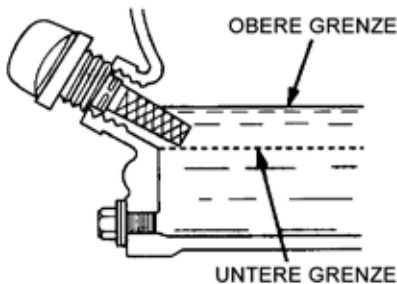

Abbildung 16. Motor Ölmesstab (Ölstand)
4. Wenn der Ölstand niedrig ist (Abbildung 16), füllen Sie die Öleinfüllöffnung mit der empfohlenen Ölart bis zum Rand, wie in Tabelle 4 zu sehen. Beziehen Sie sich auf Tabelle 3 für die maximale Motorölkapazität.